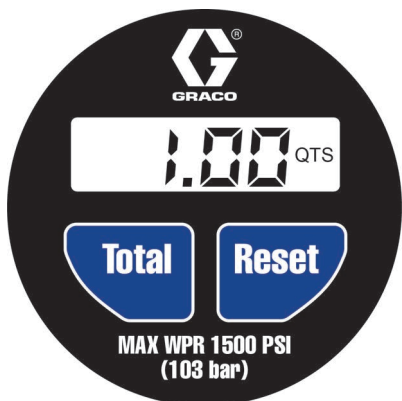

图 8
3. 按住合计按钮，直到 1.00 QTS（或 1.00 L）在屏幕上稳定显示。图 8 所示为流量计显示已经分注了 1.00 QTS。